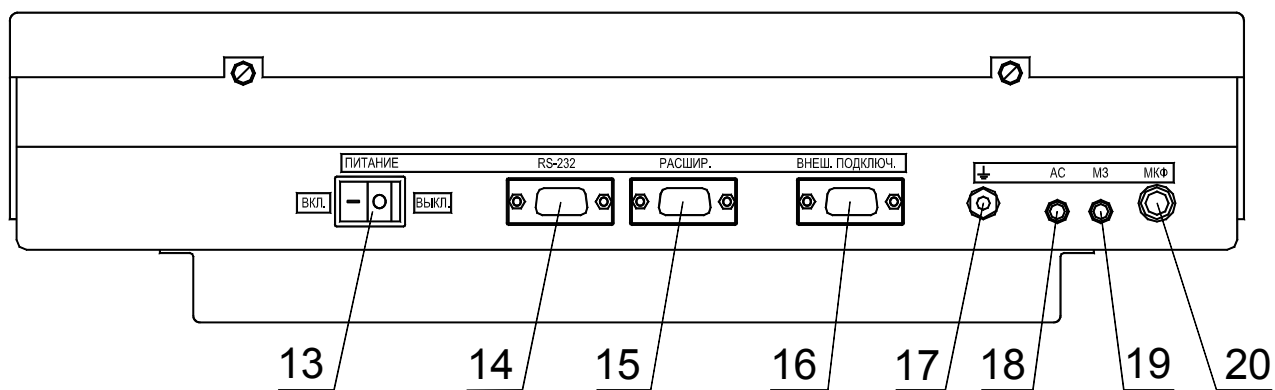

Рисунок 1 – Расположение органов управления и коммутации на лицевой и задней панелях РСДТ-11
2.3.1.3 При работе с активной акустической системой подключите ее к разъему «АС», расположенному на задней стенке корпуса РСДТ-11Ц (см.рис.1).
2.3.1.4 При работе с выносным динамическим микрофоном подключите его к разъему «МКФ», расположенному на задней стенке корпуса РСДТ-11Ц (см.рис.1). При этом встроенный электретный микрофон отключится.
Вызов промпункта осуществляется путем нажатия на одну из кнопок индивидуального вызова (поз. 6 рис.1). Номер формируемого сигнала избирательного вызова определяется состоянием кнопки «Расшир» (поз.9, рис.1). В исходном состоянии (светодиод не светится) включены номера вызывных посылок кнопок индивидуального вызова верхнего уровня. Для включения номеров вызывных посылок соответствующих кодам нижнего уровня нажмите кнопку «Расшир», при этом подсвечивается светодиод кнопки. После завершения формирования сигнала избирательного вызова устанавливается исходное состояние.
Вызов группы промпунктов осуществляется путем нажатия на одну из кнопок группового вызова (поз. 5 рис.1).
Формирование сигналов избирательного вызова может осуществляться набором соответствующего кода частот. Для этого нажмите кнопку «Набор» (поз.8, рис.1) и наберите код избирательного вызова путем последовательного набора двух кнопок групп. Например, для формирования сигнала с номером 9-5 нажмите кнопку «Набор», а затем последовательно кнопки «ГРУППА 9» и «ГРУППА 5».
Для циркулярного вызова промпунктов необходимо нажать кнопку циркулярного вызова «Циркул» (поз. 3 рис.1), при этом на индикатор выводится надпись «Циркуляр».
Для приема речевых сообщений от абонента промпункта станция должна находиться в режиме приема. Перевод РСДТ-11Ц в режим приема осуществляется при отпущенной педали и отпущенной кнопке «МКФ». Поступающие речевые сигналы слышны во встроенном динамике, а также в акустических системах. Громкость входных речевых сигналов можно регулировать с помощью регулятора (поз. 7, рис.1).
Для передачи речевых сообщений необходимо перевести РСДТ-11Ц в режим передачи. Перевод РСДТ-11Ц в режим передачи осуществляется при нажатии и удержании педали или при нажатии и удержании кнопки «МКФ» (поз. 10 рис.1). Речевые сообщения передаются через встроенный микрофон (поз. 11, рис. 1) либо через внешний динамический микрофон, если он подключен. При подключении внешнего динамического микрофона встроенный электретный автоматически отключается.
Для просмотра информации о вызовах необходимо нажать кнопку «Память» (поз. 3 рис.1). При этом на индикаторе появится информация о последнем вызове в следующем формате: